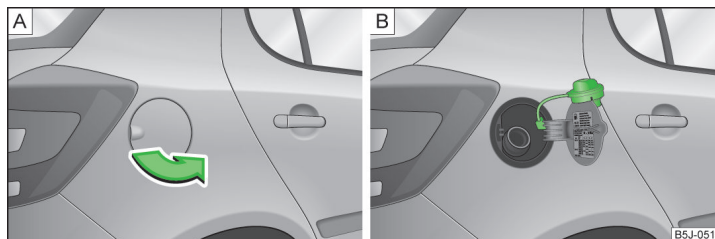

Fig. 123 Deschiderea clapetei rezervorului de combustibil / bușonul rezervorului de combustibil
Pe interiorul clapetei rezervorului sunt menționate tipurile adecvate de carburant pentru autovehiculul dvs » fig. 123 la pagina 138 - B.
- Deschideți cu mâna clapeta rezervorului de combustibil » fig. 123 - A.
- Desfaceți bușonul rezervorului spre stânga și fixați-l de sus pe clapeta rezervorului » fig. 123 - B.